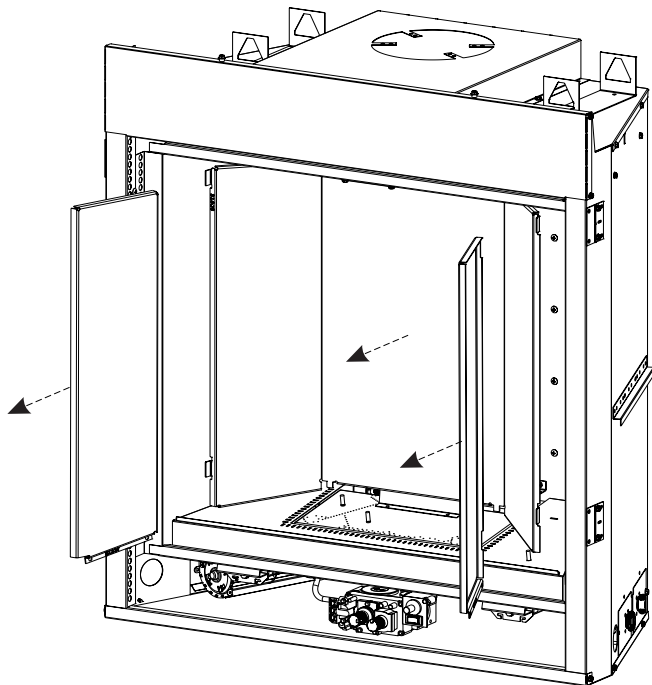

Figure 8
4. Déposer le jeu de bûches et média décoratif, et, le cas échéant, déposer les garnitures et leurs supports. Mettre de côté pour la repose. **Voir Figure 8. (Garnitures réfléchissantes montrées).**